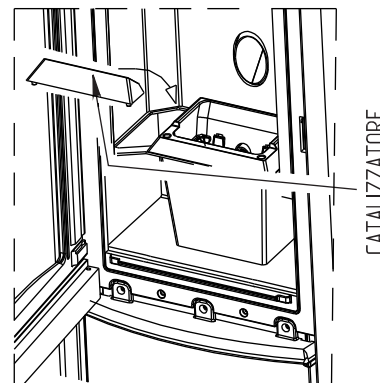

FIGURA 2
- **GIORNALMENTE** pulire il braciere dai residui della combustione e rimontare correttamente braciere e catalizzatore (figura 2 sotto).
L'uso di un aspiratore semplifica la pulizia dalle ceneri. La pulizia del vetro deve essere effettuata con un panno umido o con una palla di giornale, inumidita e passata nella cenere, strofinando il vetro fino alla pulizia completa. Non pulire il vetro durante il funzionamento della stufa. Il vetro conserva un grado di pulizia accettabile se la lama deviatrice - catalizzatore viene montata in modo corretto nel bruciatore come rappresentato nella figura 2. La pulizia dei pannelli laterali deve essere effettuata a stufa fredda utilizzando un panno morbido e solo acqua.